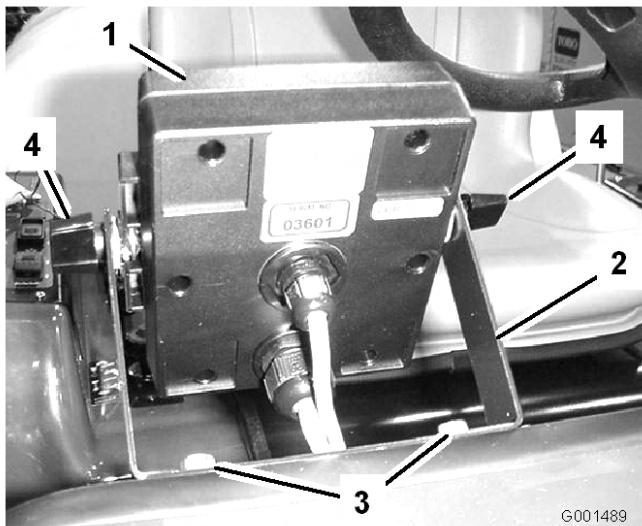
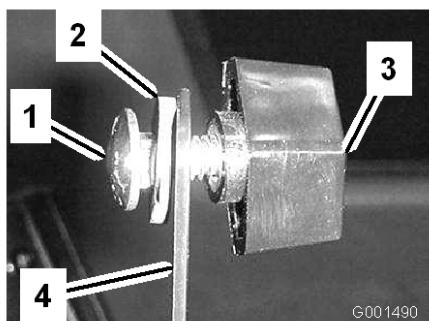

図 5
図 6
2. モニタのブラケットをダッシュボードに取り付ける；フランジヘッド・ボルト（1/4 x 3/4 in）2本とフランジ・ナット（1/4 in）2本を使用する（図 5）。
3. キャリッジボルト、ゴム・ワッシャ、ノブ各2個を、図5および図6のように仮止めする。
6. ブラケットにスプレー・プロを取り付け(図5)、ノブで固定する。